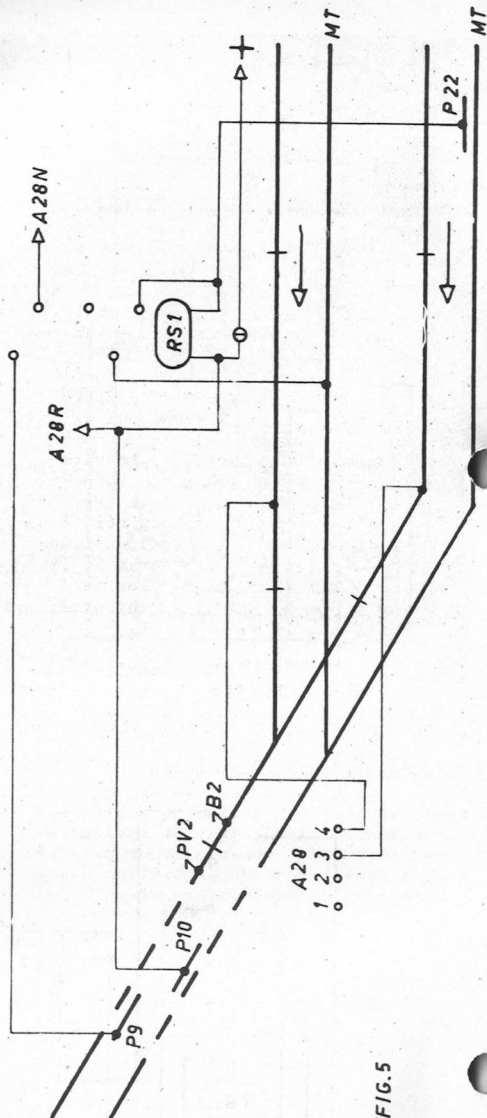

FIG. 5
Fig. 5. Elle est maintenant considérablement vieillie. La couleur noire fort diluée à fort aidé à obtenir ce résultat. Ceci va très vite si l'on n'épargne pas l'allonge et que l'on connaît les "bons" endroits (par exemple : le dessous de la cheminée).
- 1°) Jonction de 2 lignes. (voir fig. 5)